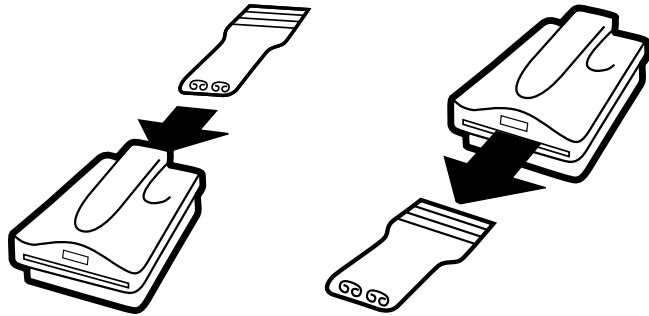

Abbildung 5
- Das Reinigungszubehör von der Rückseite der Einheit aus einsetzen und ganz nach vorn durchziehen (siehe Abbildung 5).